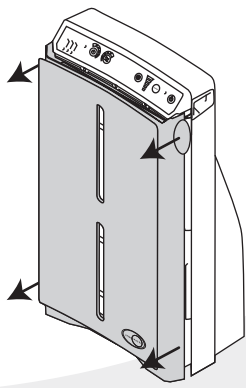

FIG. 32
2. **Quite** la cubierta frontal del purificador de aire utilizando los salientes ubicados de cada lado del purificador, cerca de la parte superior (Fig. 32). **Estabilice** el purificador de aire colocando primero sus pulgares en los bordes exteriores del panel de control. **Quite** la cubierta frontal **tirando suavemente** de los salientes con los dedos.